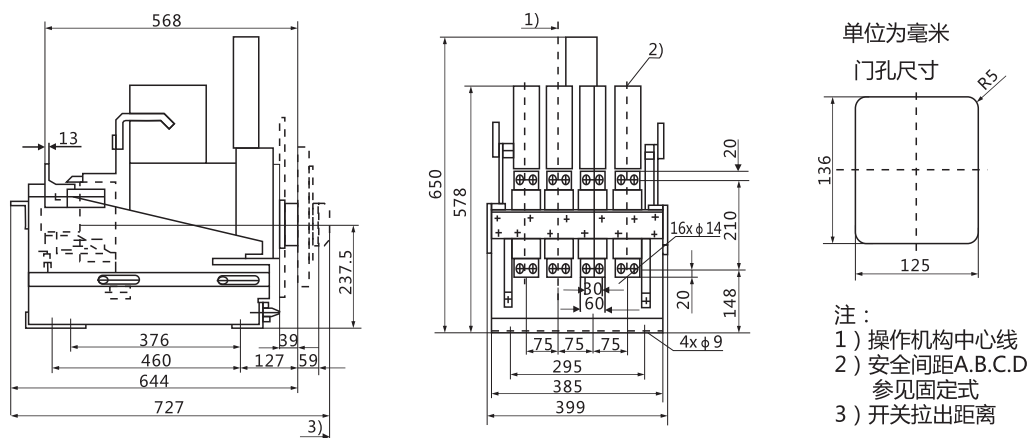

图24 RDW17-1900四极抽屉式外形及安装尺寸
7.13 RDW17-1900四极抽屉式断路器外形及安装尺寸见图24